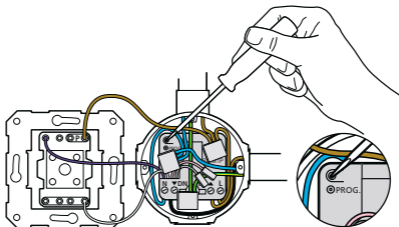

Abbildung 9. Aktivieren und Beenden des Programmiermodus.
- \* Drücken und halten Sie die Programmiertaste mindestens 3 Sekunden lang fest, siehe Abbildung 9. Nach dem Loslassen wird die rote LED leuchten oder;